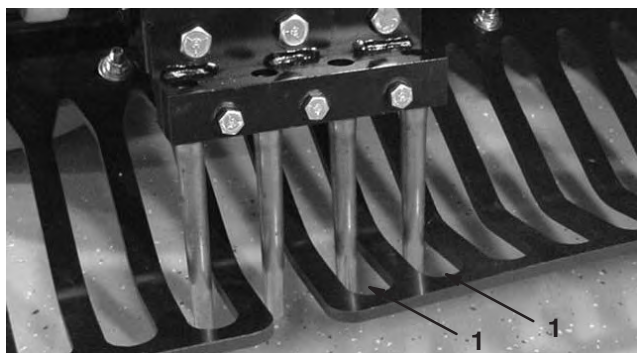

Figure 27
- Vérifiez que les louchets sont bien alignés au centre des espaces dans les protège-gazon (Fig. 27). Réglez les protège-gazon au besoin et serrez les écrous.